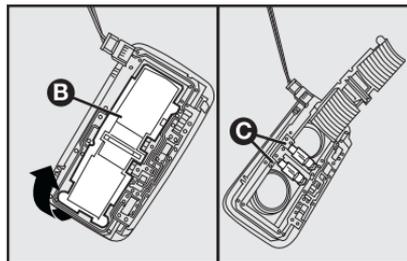
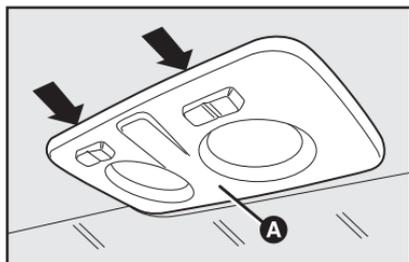

fig. 22
fig. 21
- atuar nos pontos indicados pelas setas e remover a plafoniera **A-fig. 21**, cuidando para não danificar o revestimento do teto e a plafoniera com a ferramenta;
- abrir a portinhola de proteção **B-fig. 22**;
- substituir as lâmpadas **C-fig. 22**, liberando-as dos contatos laterais e certificando-se que as novas lâmpadas estejam corretamente bloqueadas entre os contatos;
- fechar a portinhola **B-fig. 22** e fixe a plafoniera **A-fig. 21** no próprio alojamento certificando-se do bloqueio.